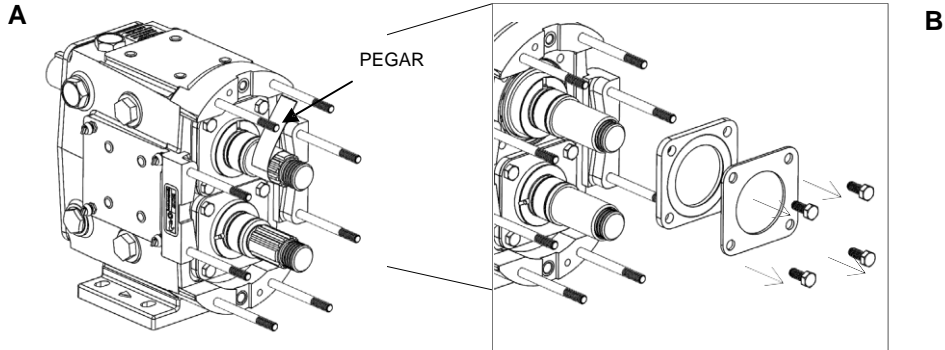

Figura 45: Pegar con cinta los ejes y retirar los retenes de los cojinetes.
3) Para evitar daños en los ejes, envuelva las lengüetas y las roscas de la tuerca del rotor con cinta adhesiva (Figura 45, A). Cualquier daño a las lengüetas o roscas puede requerir la sustitución del eje. Retire los tornillos de cabeza que sostienen el retén del cojinete y las placas de salpicadura en su lugar y deslice ambos fuera del eje (Figura 45, B). Si están atascados, utilice un destornillador de cabeza plana como cuña para sacarlos de la caja de engranes o déjelos en su lugar y cuando se retiren los ejes se presionarán con los ejes. Utilizando un borde recto, retire la junta líquida utilizada para sellar el retén del cojinete a la caja de engranes.